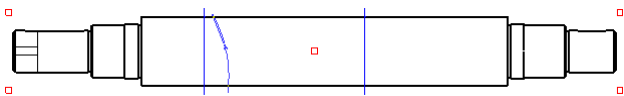
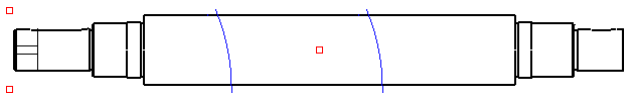

图 3.8.5 草绘样条曲线
图 3.8.6 生成“草绘”样式的破断线
Step6. 绘制图 3.8.5 所示的样条曲线（不用单击草绘样条曲线按钮，直接在图形区绘制样条曲线），草绘完成后单击中键，此时生成草绘样式的破断线，如图 3.8.6 所示。